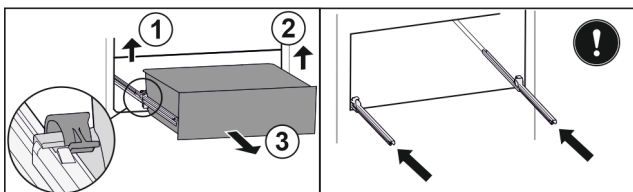

Fig. 144
- ▶ Linke Klemme anheben und gleichzeitig Schubfach links nach vorne ziehen. Fig. 144 (1)
- ▶ Rechte Klemme anheben und gleichzeitig Schubfach rechts nach vorne ziehen. Fig. 144 (2)
- ▶ Schubfach nach vorne entnehmen. Fig. 144 (3)